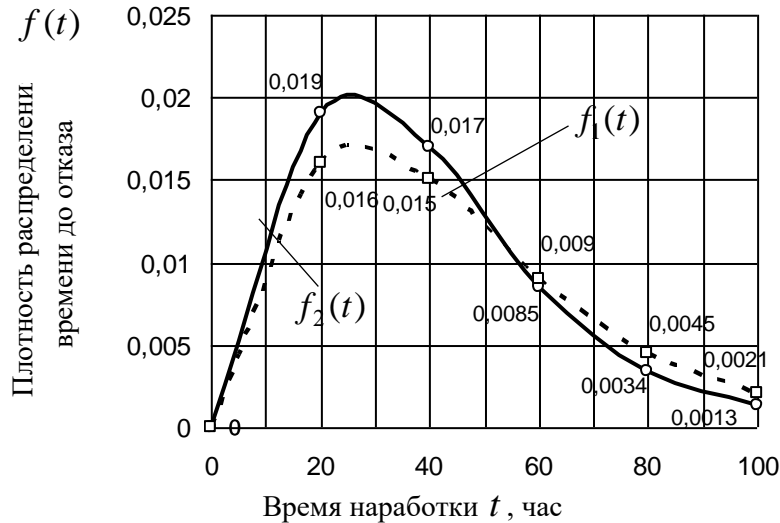

Рис. 6. Зависимости плотность распределения времени до отказа изделий от времени наработки
3. Определяем плотность распределения времени до отказа каждого изделия в интервале наработки до  $t=100$  час через равные интервалы времени. Результаты расчетов записываем в табл. 3 и строим по ним график зависимости плотности распределения времени до отказа от времени наработки (рис. 6).
**Выводы:** Как видно из графиков (рис. 6) в диапазоне наработки от  $t=0$  час до  $t=60$  час плотность распределения времени до отказа для второго изделия  $f_2(t)$  в 1,18...1,13 раза меньше, а в диапазоне наработки от  $t=60$  час до  $t=100$  час она увеличивается в 1,05...1,60 раза.
4. Определяем среднее время безотказной работы изделий по формуле (4).